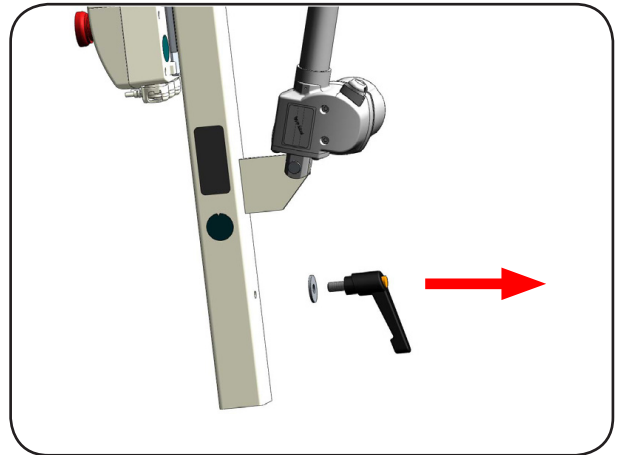

Abbildung 07
2. Lösen Sie den Klemmhebel am Standmast und ziehen Sie ihn heraus (Abbildung 07).